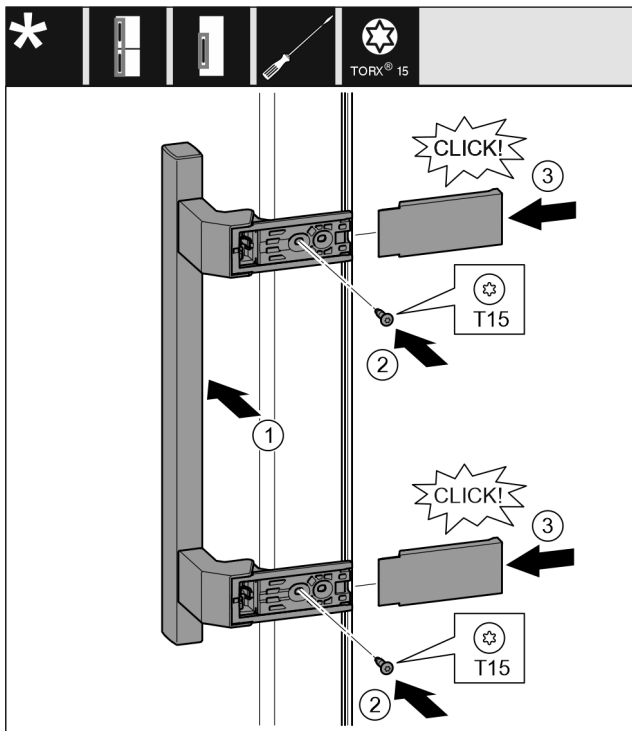

Fig. 17
- ▶ Εφαρμόστε τη λαβή στην απέναντι πλευρά. Fig. 17 (1)
- ▶ Σφίξτε τις βίδες με κατσαβίδι T15. Fig. 17 (2)
- ▶ Εφαρμόστε στο πλάι τα καλύμματα και τοποθετήστε τα. Fig. 17 (3)